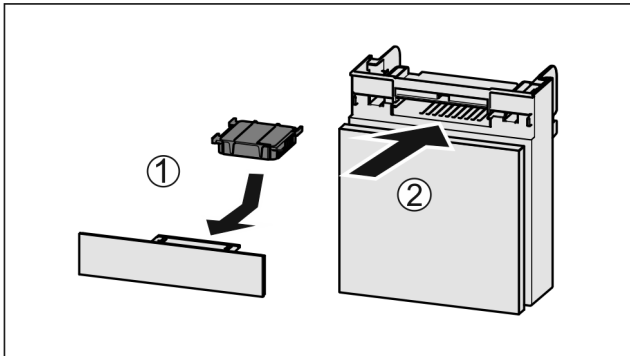

Fig. 255
- ▶ Helyezze be Fig. 255 (1) az aktívszén-szűrőt az ábrán látható módon.
- ▶ Tolja be Fig. 255 (2) a rekeszt.